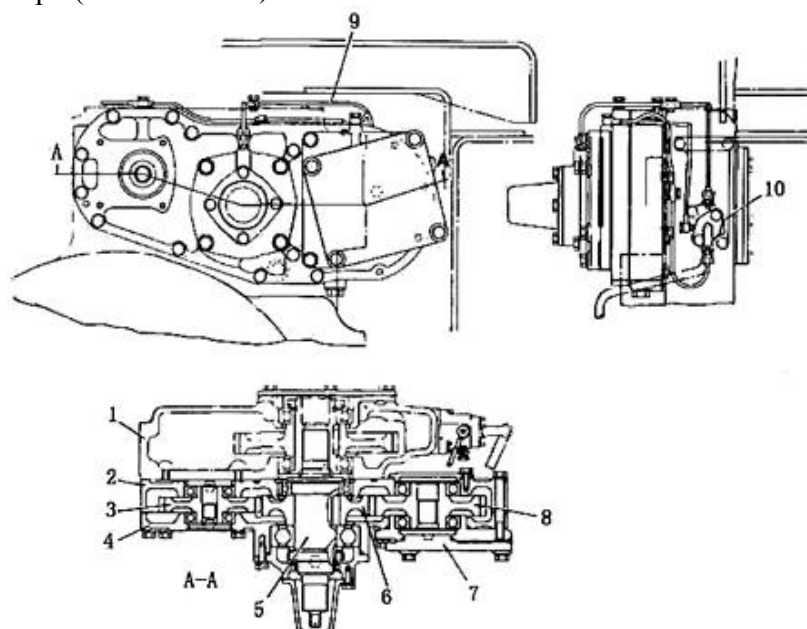

Рис. 5-13
2. Картер редуктора (см. Рис. 5-13)